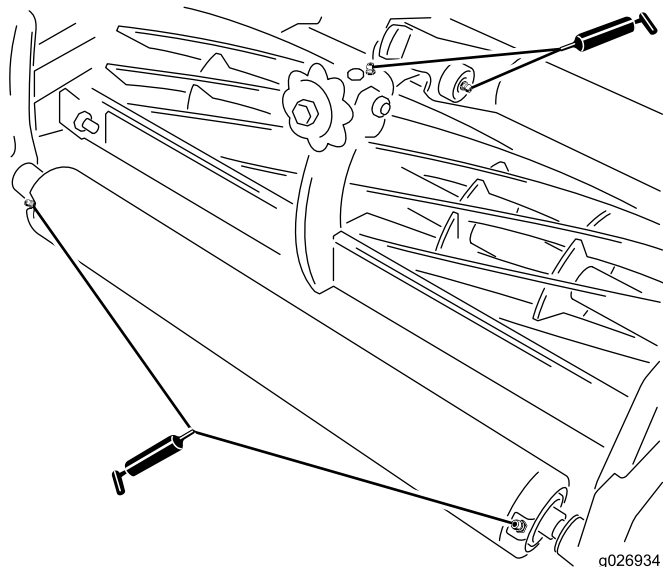

Figure 12
Chaque plateau de coupe comprend (4) graisseurs (Figure 12) qui doivent être lubrifiés avec de la graisse pour roulements de roue « Heavy Duty 2 » toutes les 8 heures de fonctionnement.